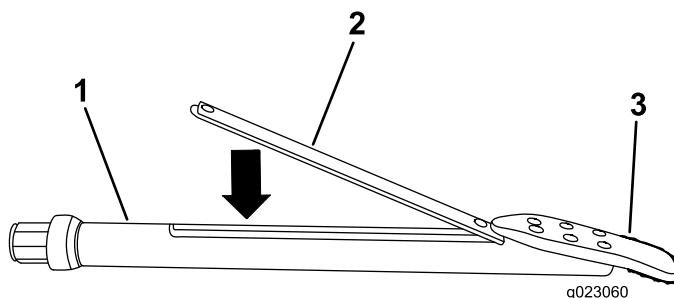

Рисунок 74
3. Вставьте маячок в корпус зонда передним концом в сторону бурового долота (**Рисунок 74**).